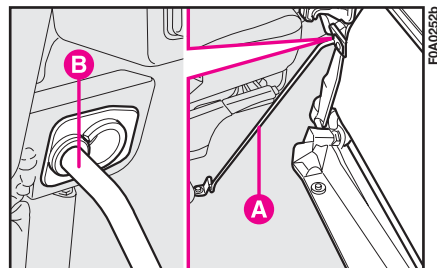

fig. 56
- bloccare il sedile con la specifica astina **A**-fig. 56 inserendola nell'apposita sede **B** ricavata nel sedile stesso.